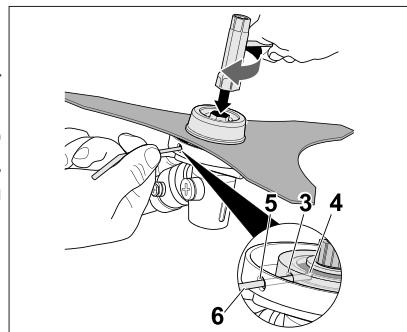

Fig. 07
- Insira a chave Allen (6), nos orifícios (5), (3) e (4), para travar o conjunto [Fig. 07].